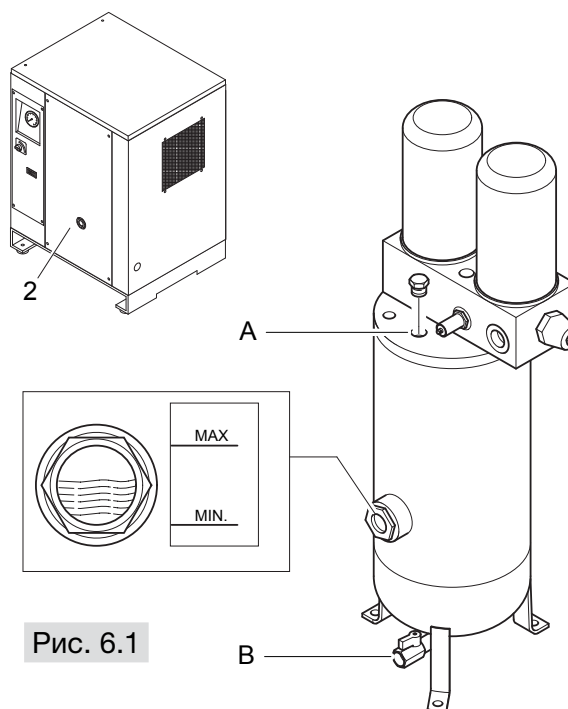

Рис. 6.1
- Убедиться в отсутствии сжатого воздуха внутри масловоздушного ресивера: отвинтить кран **A** (см. рис.6.1) и полностью спустить воздух.
(см. рис. 6.1)
6.3**Контроль масла и доливка при необходимости (см. рис. 6.1)**
- При выключенном компрессоре снять переднюю панель (2) и проверить уровень масла по индикатору.
(см. рис. 6.1)**